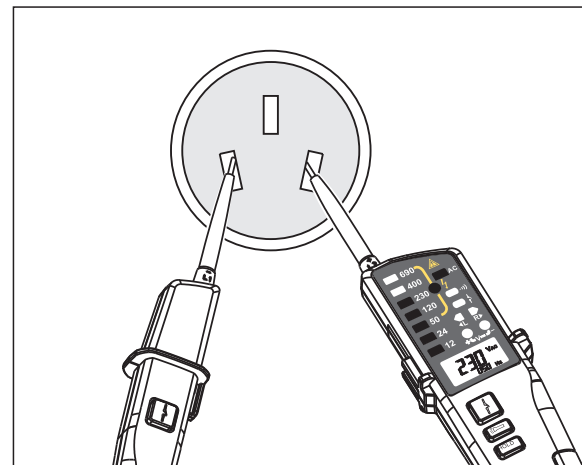

图 3
1. 在测试前, 应首先完成本测试仪的自检, 按住手电筒键5s, 测试仪将执行交直流全量程范围检测, LED全部 (RCD灯除外) 闪烁, LCD全闪烁显示。在自检过程中, 若想退出自检状态, 只需要轻触一下手电筒键即可。然后将两表笔连接到被测导体, 选一个已知的电压进行测量, 比如220V插座, 确保测试仪测量的准确性 (见图3)。本测试仪不能测量低于5V的交直流电压。当测量<5Vac/dc电压时, 不能正确指示, Continuity灯或AC灯点亮或高压符号 (UT18D) 点亮, 蜂鸣器鸣叫均属于正常现象。